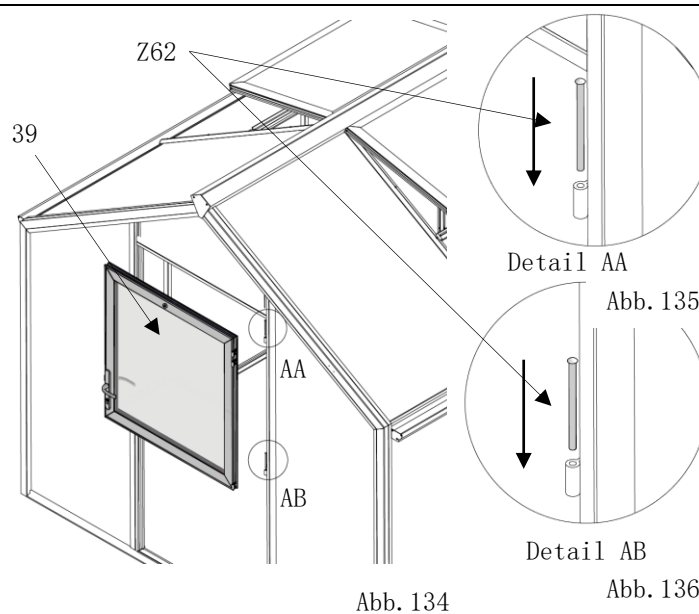

Abb. 134
- Details AA und AB beachten! (Abb. 134 bis 136)